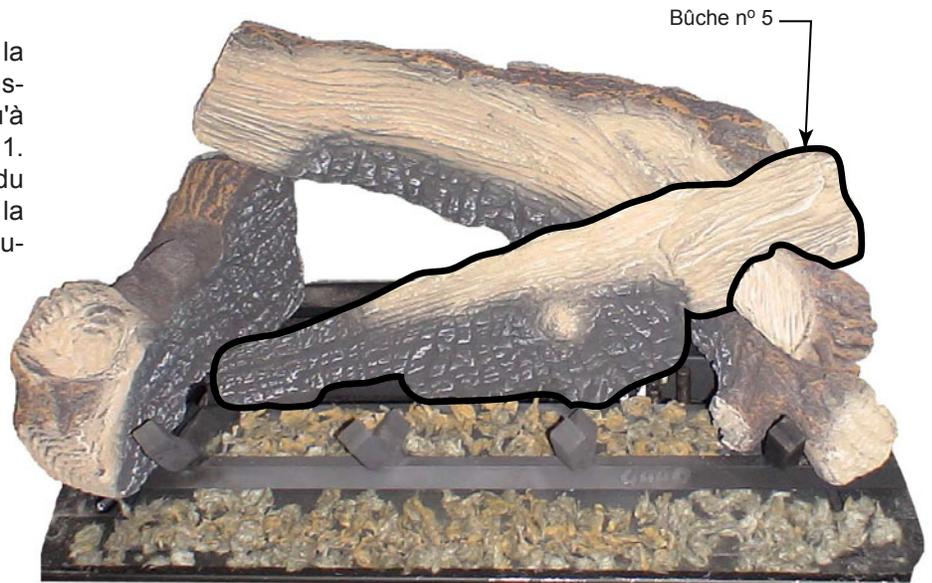

Figure 27
- Placez la saillie rectangulaire sous la bûche n° 5 entre les brûleurs et poussez la bûche vers la gauche jusqu'à ce qu'elle s'appuie sur la bûche n° 1. Installez l'encoche rectangulaire du côté inférieur droit au centre ou sur la portion restante de la saillie rectangulaire de la bûche n° 2. *Figure 27*